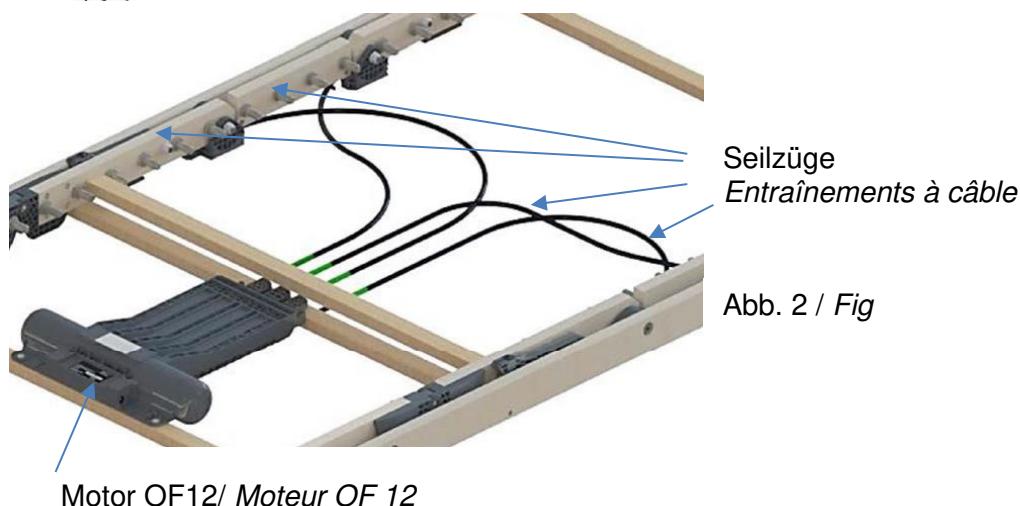

Abb. 2 / Fig
- e) Die 4 Seilzüge können mit einer Kneifzange / Seitenschneider am Motor abgezwickelt oder aus den Halterungen am Außenholm ausgehängt werden (siehe Punkt 2 der Notabsenkung) (Abb.2). / *Les 4 entraînements à câble peuvent être détachés du moteur à l'aide d'une pince plate/coupante ou décrochés des supports du longeron extérieur (voir point 2 de l'abaissement de secours) (fig.2).*